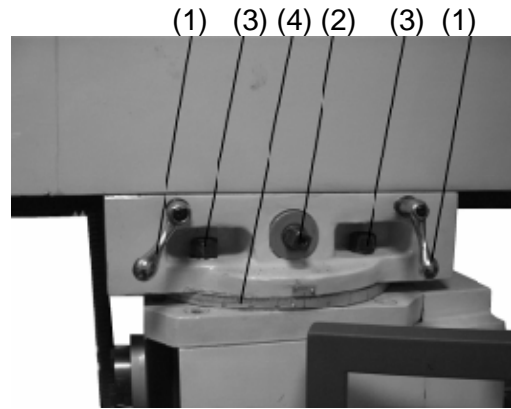

Рис.7
Зафиксируйте консоль 2 рукоятками (1), Рис.7
Для поворота консоли необходимо ослабить 4 фиксирующих винта (3) и поворачивая вручную, установить консоль в необходимое положение. Угол поворота можно контролировать по шкале (4), Рис.7.